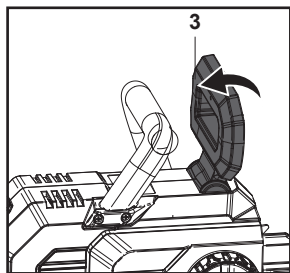

Fig. 16 : Désengager le frein de chaîne
**Désengager le frein de chaîne** : quand le levier de frein de chaîne (3) est en position désengagée, le produit peut être utilisé avec sa chaîne en mouvement (Fig. 16).